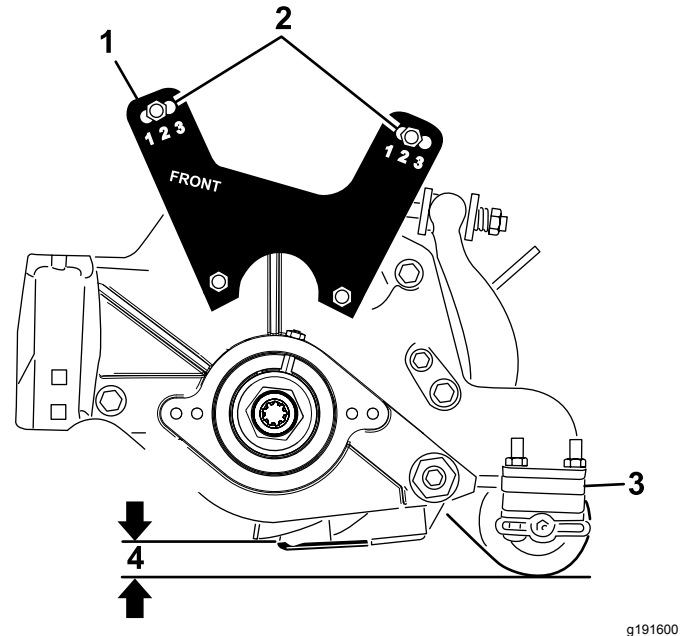

Figure 21
- Abaissez le plateau de coupe au sol et mesurez la distance du sol au sommet de la contre-lame, comme montré à la Figure 21.